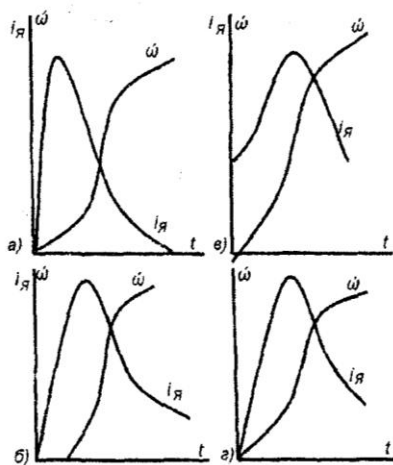

Рис. 123
4-45. Какой из приведенных на рис. 123 графиков соответствует пуску двигателя постоянного тока независимого возбуждения в системе  $Г - Д$  с активным моментом сопротивления на его валу?
- 1) Рис. 123, а. 2) Рис. 123, б. 3) Рис. 123, в. 4) Рис. 123, г.